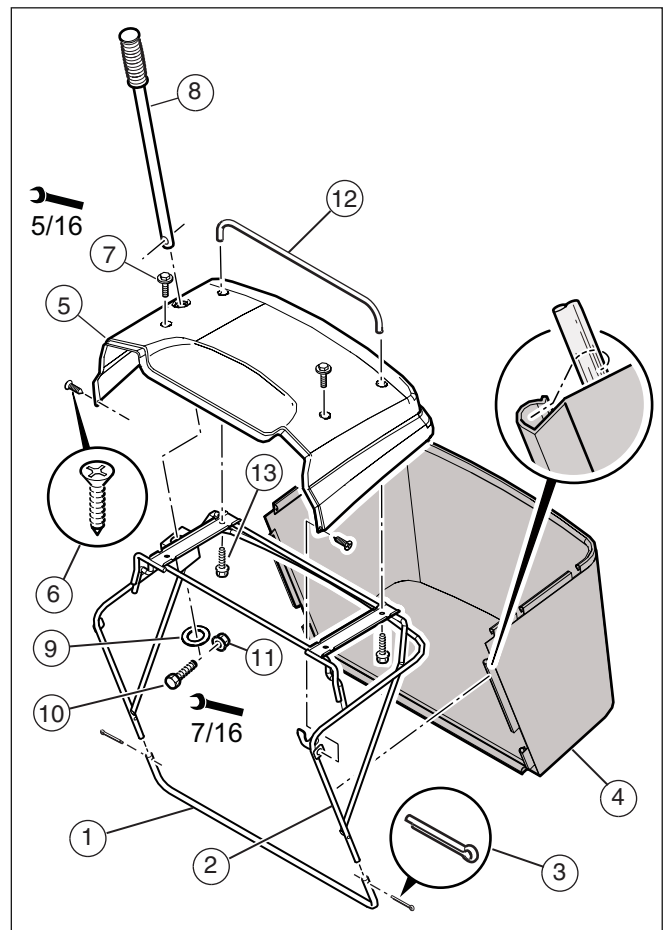

### Abbildung 3
1. Vergewissern Sie sich, dass die Vorderräder nach vorn zeigen wie in **Abbildung 3** gezeigt.
2. Schieben Sie die Balge (1, **Abbildung 3**) über die Konsole.
3. Schieben Sie die Lenksäule (2) in die Konsole.